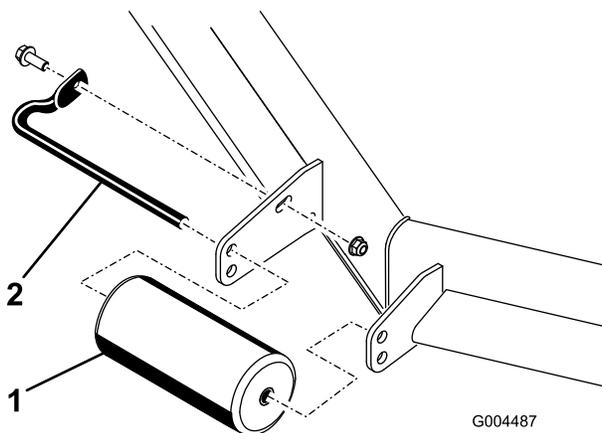

図 13
1. ローラのシャフトをデッキのブラケットに固定しているネジとボルトを取り外す(図 13)。